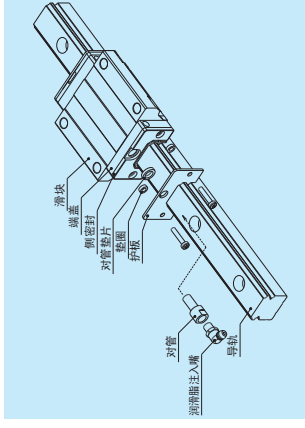

图 7.3 护板
- 安装护板后在端盖上安装润滑脂注入油嘴时需要图 7.3 所示的对管，因此请指定带有对管的组件。